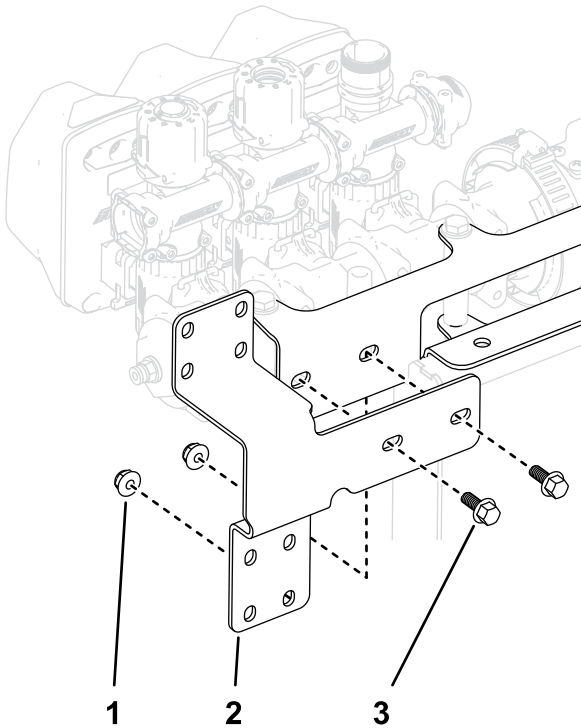

図 25
2. 図 25に示すように、フランジヘッドボルト (1/4 x 5/8") 2本とロックナット (1/4")を使って、コントロールバルブブラケットをバルブマウントフレームに取り付ける。